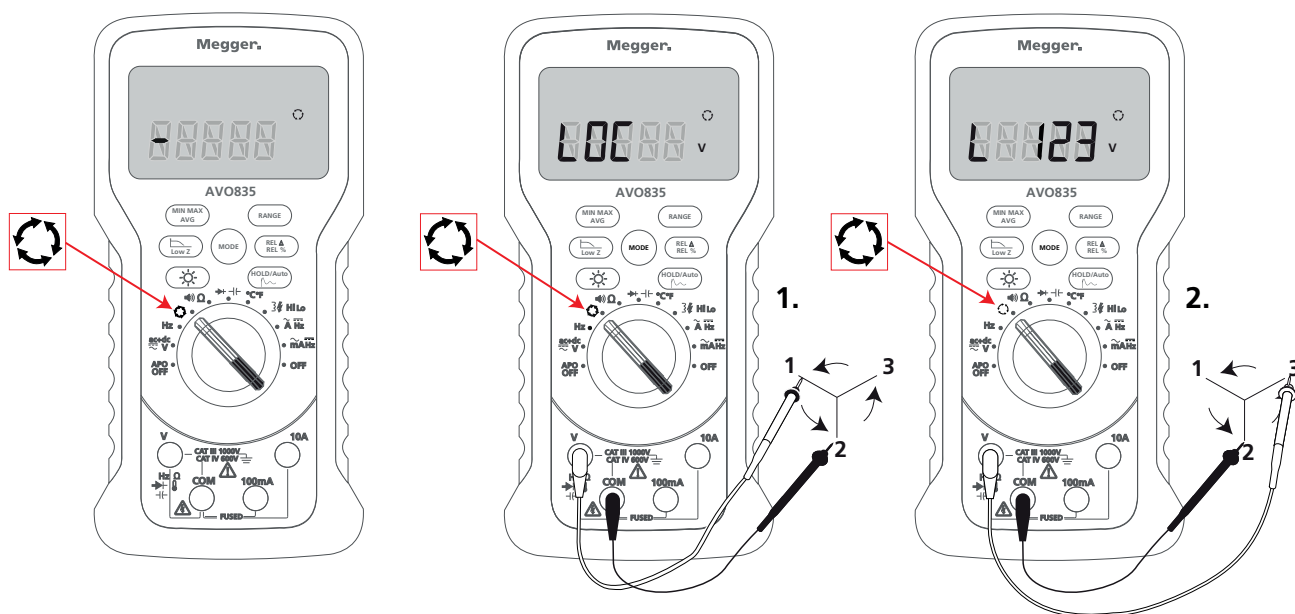

Abb. 2: Einstellen der Funktion "Erkennung der Phasendrehung/Phasenfolge"
1. Stellen Sie das Gerät ein, wie in Abb. 2 beschrieben.